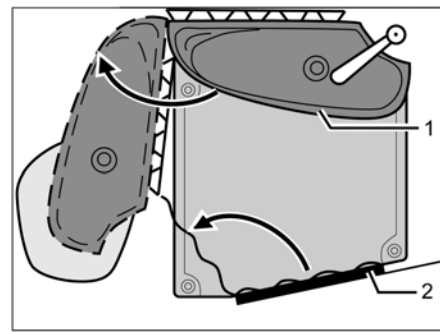

Bild 345 Vario-toalett
- Vrid tvättstället med bakväggen (Bild 345,1) i pilens riktning.
- Gå in i toalettrummet och stäng och lås toalettdörren (Bild 345,2) inifrån.